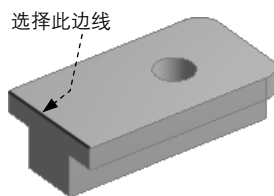

图 3.2.4 选择参照边线
(1) 定义变换方式。在 **Transform 1 (RMB)** 下拉列表中选择 **Rotate about Edge** 选项，然后在图形区选择图 3.2.4 所示的边线为参照，并单击 **Apply** 按钮。
(2) 定义旋转角度。在 **FD1, Value 1** 文本框中均输入数值 30。